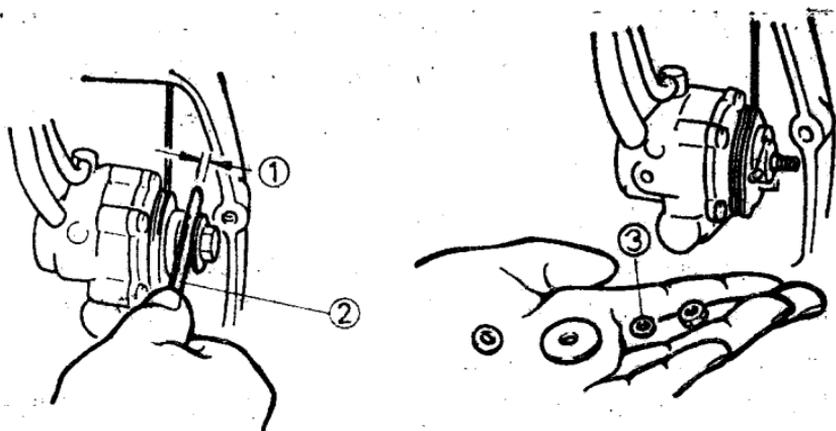

图 1-13
厚薄规②测量油泵的最小行程①，如图1-13所示；如果最小行程过大或过小，则应减掉或加上间隙垫片③。